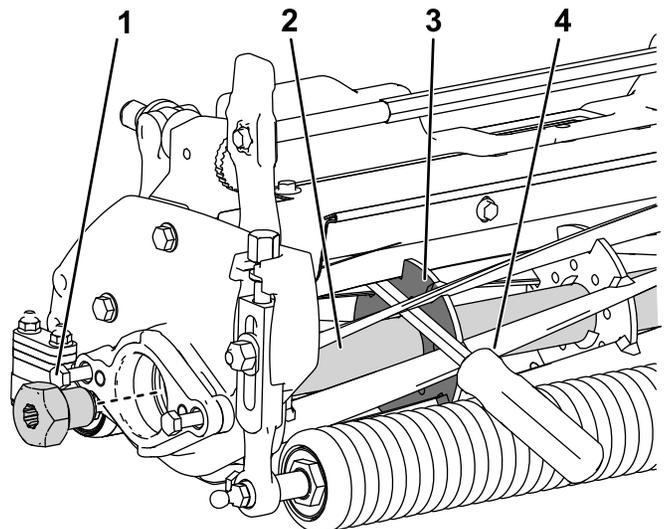

Figure 35
1. Insérez un levier à long manche (3/8" x 12" avec manche de tournevis recommandé) dans l'avant du cylindre de coupe, du côté le plus proche de l'unité de coupe que vous allez serrer (Figure 35).
2. Placez le levier contre le côté soudé de la plaque de support du cylindre (Figure 35).